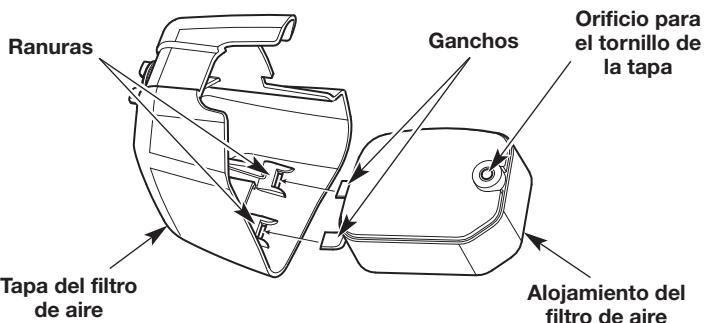

Fig. 22
- Inserte los ganchos del alojamiento del filtro de aire dentro de las ranuras de la tapa del filtro de aire (Fig. 22).
- Debe girar la tapa del filtro de aire hacia la derecha y alinear el tornillo de la cubierta con el orificio destinado a dicho tornillo (Fig. 22). Apriete el tornillo de la tapa para sujetar dicha tapa.